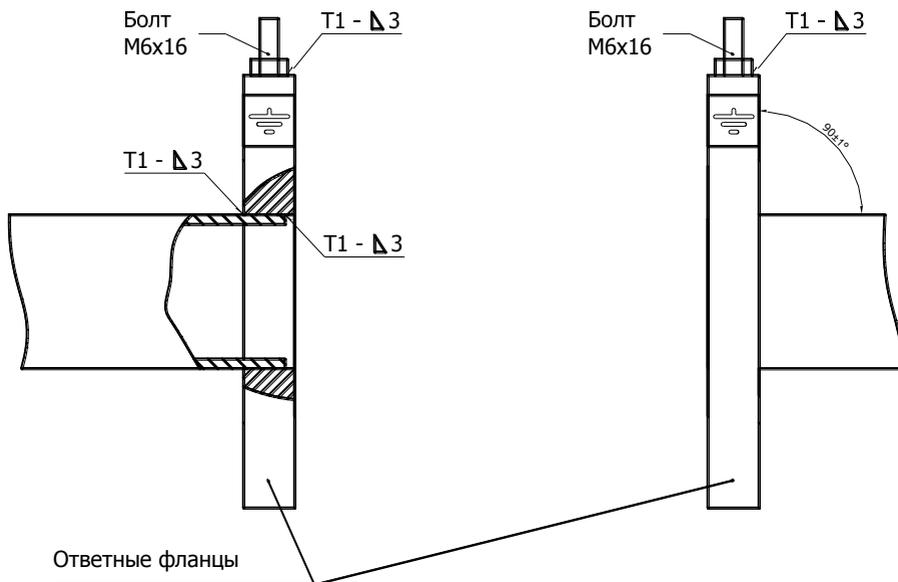

Рис. 8.6
8.3.5 К прямолинейным участкам трубопровода приварить фланцы в соответствии с ГОСТ 12820-80, при этом угол между осью трубопровода и плоскостью фланца должен быть $90 \pm 1^\circ$. Фланцы следует приваривать таким образом, чтобы после установки расходомера (ППР) ось электродов ППР лежала в горизонтальной плоскости (допустимое отклонение от линии горизонта $\pm 10^\circ$). При монтаже ответных фланцев необходимо приварить болт заземления к верхней части монтируемого фланца (см. рис. 8.6).
ВНИМАНИЕ! На датчики расхода, монтаж которых выполнен с нарушением требований ГОСТ 12820-80 (соединение труба-фланец), гарантийные обязательства не распространяются (см. Рис. 8.6а).
Рис.8.6а